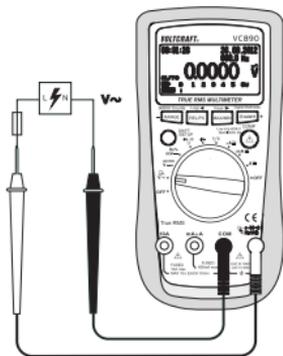

图 10
1. 开启 DMM 并选择量程“V \sim ”。按下 SHIFT/SETUP 键 (3), 以切换至量程“ \square ”。
2. 将红色测试引线插入 °CHzV Ω 测量插口 (7), 将黑色测试引线插入 COM 测量插口 (8) (图 10)。